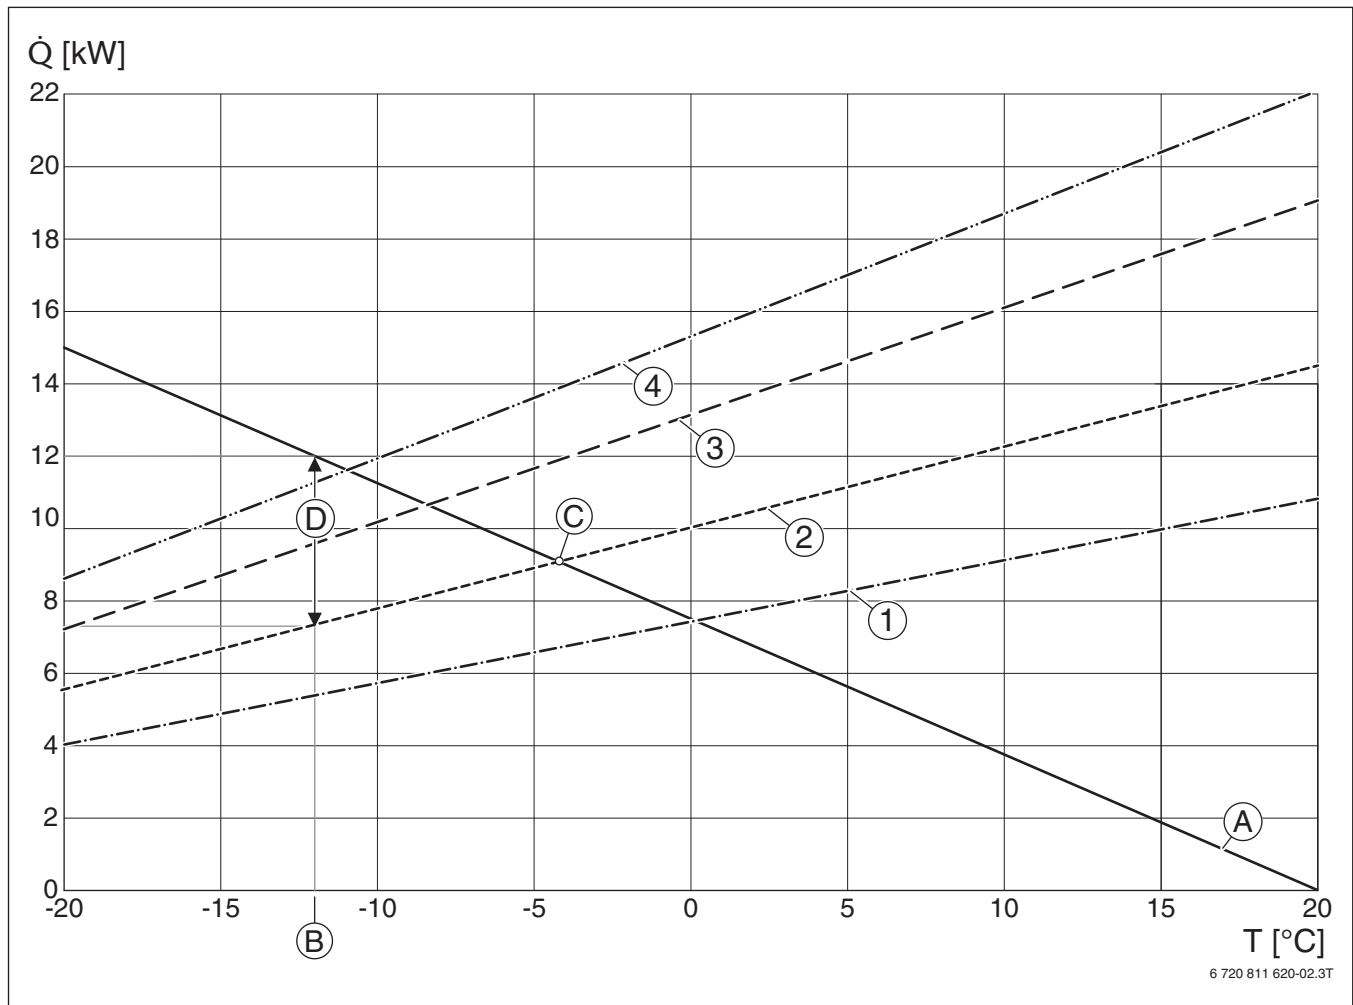

Bild 25 Bivalenztemperatur, Heizleistungskurven der Wärmepumpen SAO ...-2 bei 35 °C Vorlauftemperatur (schematische Darstellung)
Für Häuser mit geringem Wärmebedarf kann die Bivalenztemperatur Bivalenztemperatur auch bei niedrigeren Temperaturen liegen (→ Bild 25).
Für Temperaturen höher als  $-7\text{ °C}$  zeigt Bild 25 die Heizleistungskurven der Wärmepumpen im Betrieb mit 100 % Wärmeleistung.
Zur Auswahl einer geeigneten Wärmepumpe wird in den Heizleistungskurven in Bild 25 die Gebäudekennlinie [A] eingetragen. Sie kann vereinfacht als Gerade zwischen der ermittelten erforderlichen Leistung am Normauslegungspunkt (im Beispiel  $-12\text{ °C}$ , 12 kW) und einer Wärmeleistung von 0 kW bei  $20\text{ °C}$ , gezeichnet werden.
**Beispiel (→ Bild 25)**